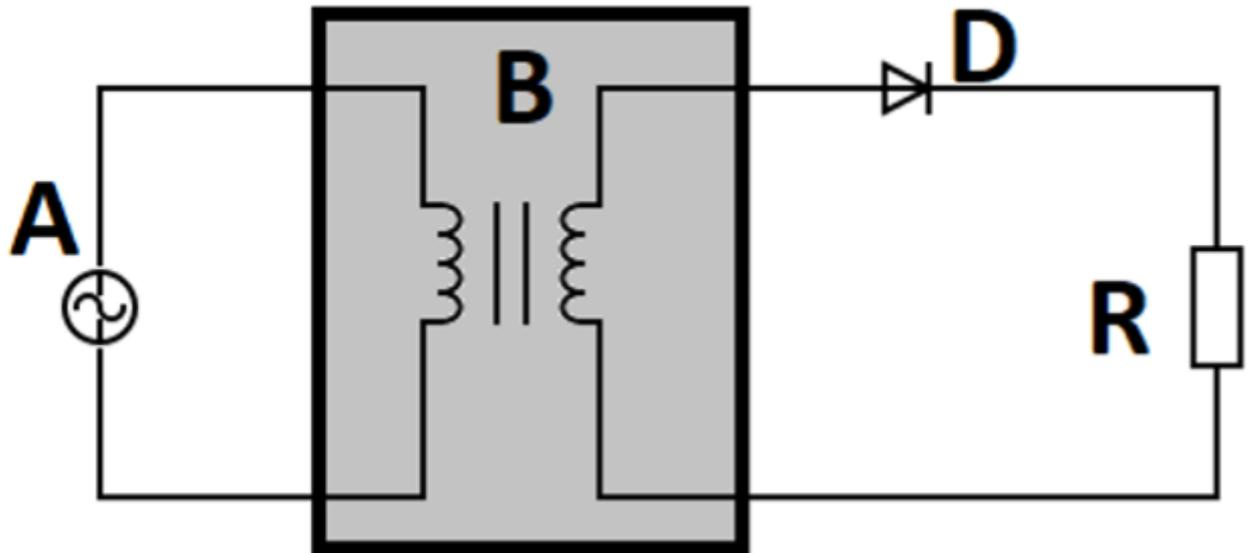

Figure 9 : Un redresseur demi-onde
Un redresseur est un circuit qui convertit le courant alternatif (CA) en courant continu (CC). Un redresseur demi-onde ou un redresseur pleine onde peut être utilisé pour convertir une tension alternative en tension continue. Une tension alternative (Figure 9 étiquetée A) est appliquée aux enroulements primaires du transformateur abaisseur (Figure 9 étiquetée B). Une tension correspondante est induite dans les enroulements secondaires. La diode (Figure 9 étiquetée D) devient polarisée vers l'avant (état ON) et conduit le courant, ce qui initie le flux de courant à travers la résistance de charge (Figure 9 étiquetée R).